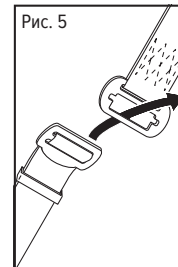

Рис. 5
- все лямки отрегулированы (способы регулировки показаны на рис. 5–11), натяжение лямок (не допустимо если между телом работника и лямками свободно проходит кулак;
СОЕДИНЕНИЕ ПРЯЖЕК НАБЕДРЕННЫХ ЛЯМОК (рис. 5–7)